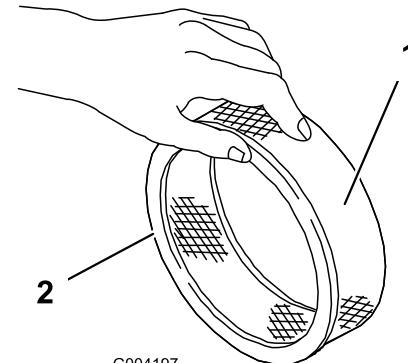

Bild 15
| 5. Untersuchen Sie den Papierfilter auf Risse, einen öligen Film und Schäden an der Gummidichtung (Bild 15). | |
1. Schieben Sie den Schaumvorfilter vorsichtig auf den Papierfilter (Bild 15).